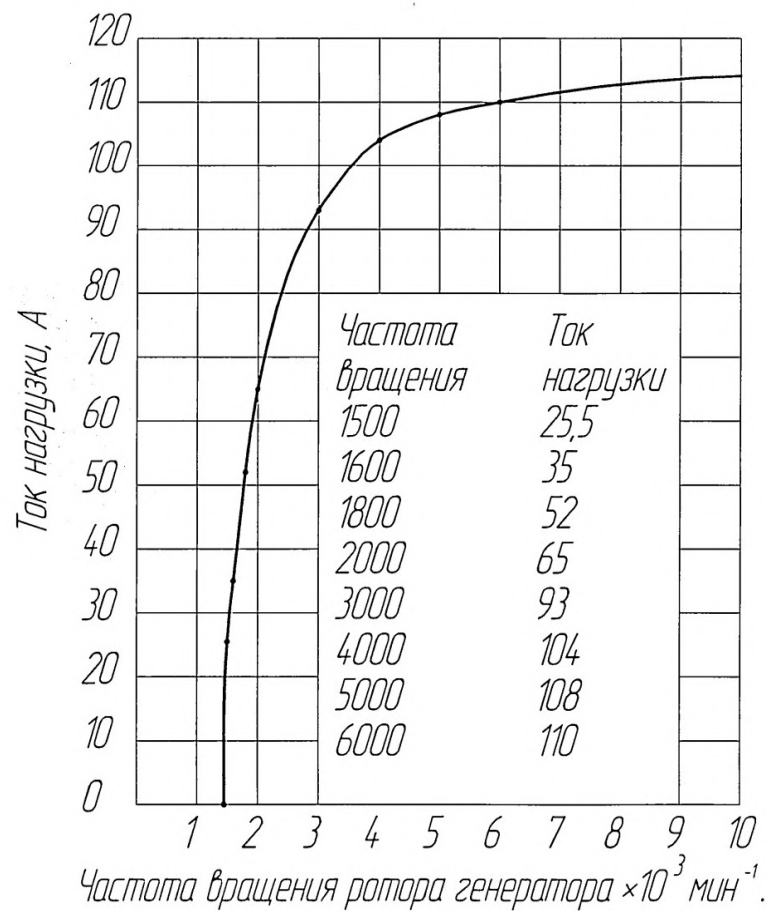

Abb. 74. Äußeres Erscheinungsbild und Strom-Drehzahl-Kennlinie des Generators 32112.3771000 der OAO „BATE“
- 32112.3771000 OAO „BATE“ (Abb. 74).